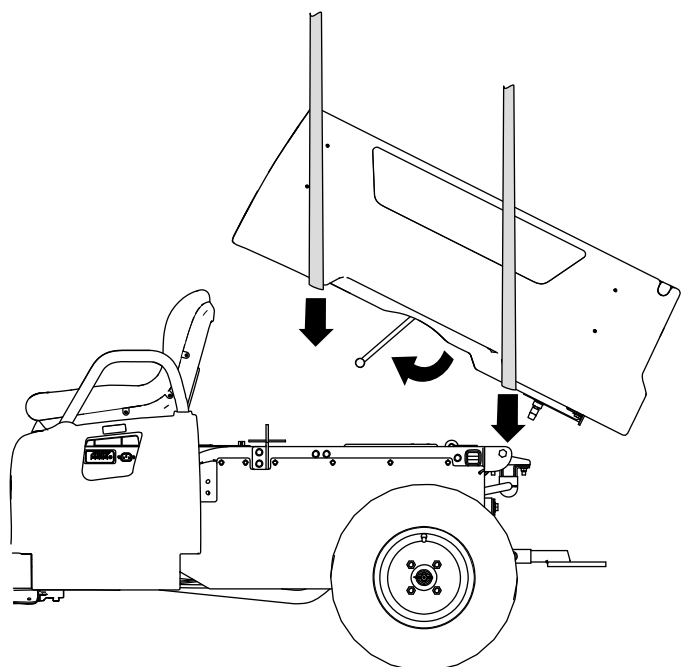

Рисунок 4
3. С помощью подъемного оборудования в передней и задней частях грузового кузова поднимите грузовой кузов и выровняйте его над рамой машины так, чтобы кронштейн поворота в сборе был сзади (Рисунок 4).